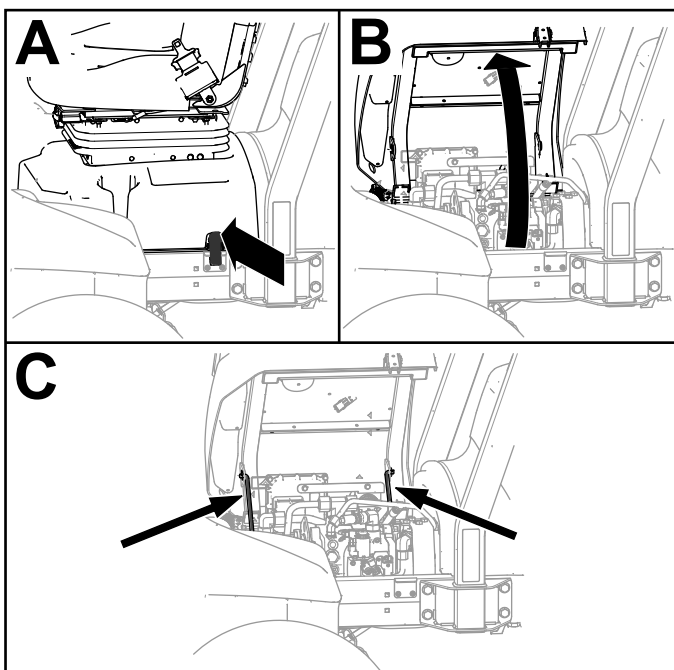

Figura 104
1. Deblocați baza scaunului (A din Figura 104).
2. Înclinați scaunul și baza în poziție deschisă (B din Figura 104).
3. Sprijiniți cu tijele de susținere (C din Figura 104).